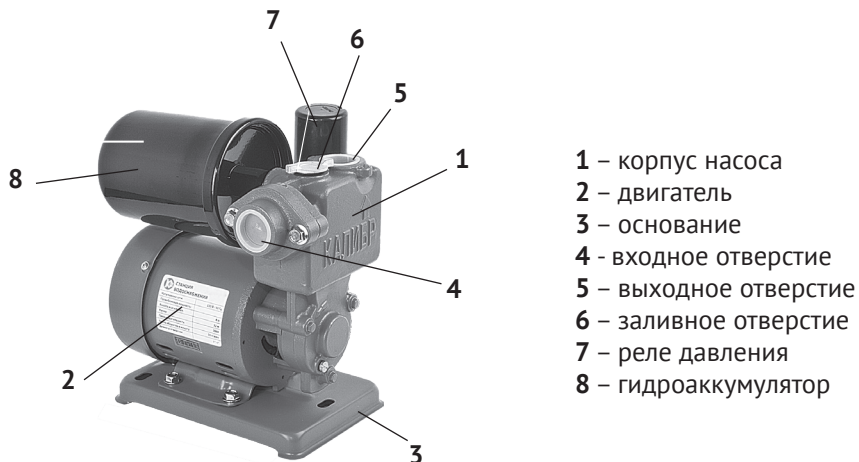

рис. 1
Привод насоса станции осуществляется однофазным асинхронным двигателем переменного тока (рис.1 поз.2). На якорь двигателя крепится бронзовая крыльчатка. Вращающееся с высокой скоростью рабочее колесо (крыльчатка) через диффузор и трубку вентури повышает давление воды в гидроаккумуляторе до максимального – 1,7 бар, при котором реле давления (рис.1 поз.7) отключает насос. Таким образом в гидроаккумуляторе создаётся давление, необходимое для подъёма воды на нужную высоту. При расходе воды, давление в гидроаккумуляторе понижается. При достижении давления 1,1 бара, реле давления включает двигатель насоса.
## 2.4 Общий вид станции представлен на рис.1
2.5 Двигатель (рис.1 поз.2) в металлическом корпусе и насос (рис.1 поз.1) в чугунном корпусе скреплены в единый агрегат. Сверху, над корпусом двигателя, расположен гидроаккумулятор (рис.1 поз.8) с реле давления (рис.1 поз.7). Насос приводится в действие асинхронным двигателем переменного тока. Подключение насоса к сети осуществляется кабелем питания со штепсельной вилкой с заземляющим контактом. Насосная часть станции имеет два отверстия (Ду = 1“) для присоединения входной (рис.1 поз.4) и выходной (рис.1 поз.5) трубы (шланга). Сверху расположена заливная горловина (рис.1 поз.6) с пробкой.
4.3 Установить станцию на ровной твёрдой поверхности. Для уменьшения вибрации рекомендуется закрепить основание (рис.1 поз.3), используя три монтажных отверстия. Станцию лучше всего расположить как можно ближе к скважине (колодцу) подачи воды.
4.6 Смонтируйте и присоедините к выходному отверстию (рис.1 поз.5) напорную магистраль. Трубы должны крепиться на специальных подвесках, чтобы не оказывать давления на станцию. Соединение труб должно быть герметичным.
- открыть пробку заливной горловины (рис.1 поз.6);